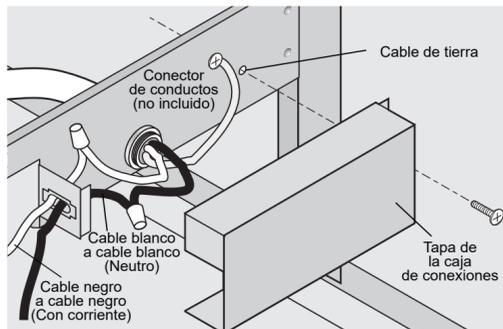

Figura 15
- En el interior de la caja de conexiones, asegure el cable de tierra debajo de la cabeza del tornillo de tierra y apriete. Véase la figura 15.
- Vuelva a colocar la tapa de la caja de conexiones. Véase la figura 15.